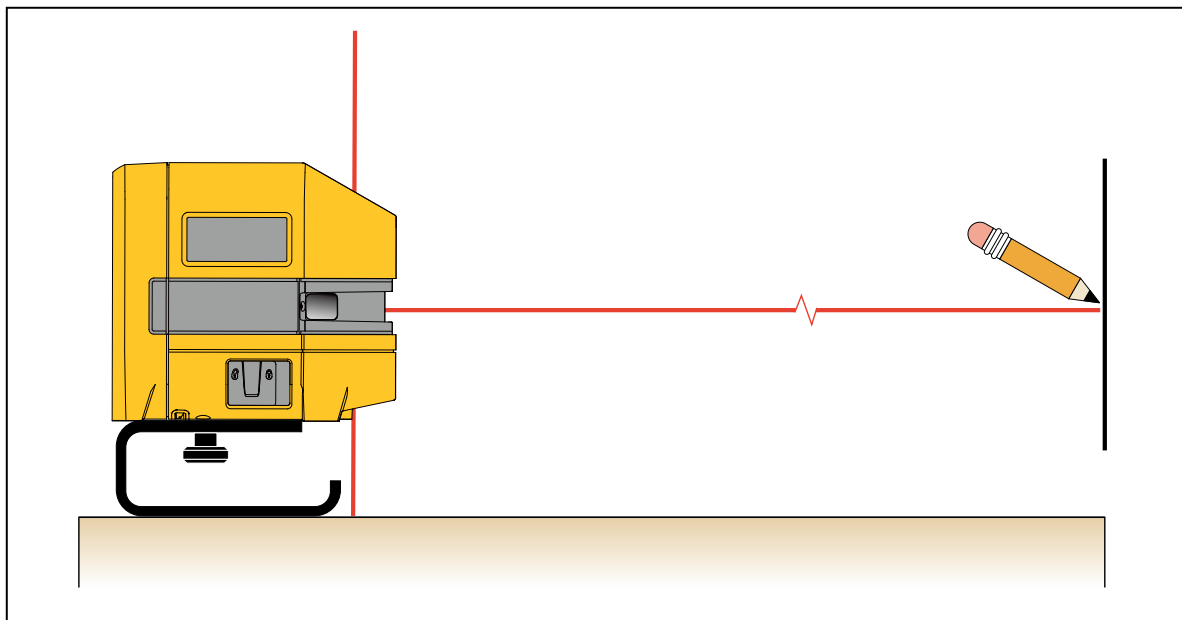

Рисунок 2. Новое выравнивание по горизонтали и диагонали
2. Включите Прибор и направьте передний лазер на целевой участок. См. Рисунок 2.